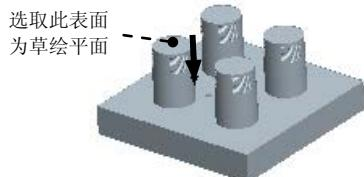

图 25.25 定义草绘平面
(1) 定义草绘截面放置属性。在绘图区中右击，从系统弹出的快捷菜单中选择^{定义内部草绘...}命令；选取图 25.25 所示的面为草绘平面，接受默认的箭头方向为草绘视图